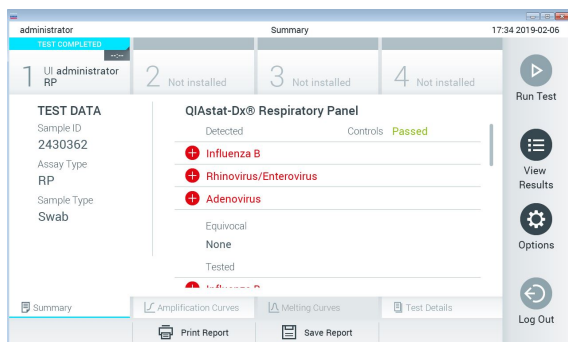

Figure 30. Écran Summary (Récapitulatif) des résultats.
11. Une fois la cartouche de dosage QIAstat-Dx éjectée, l'écran Summary (Récapitulatif) des résultats s'affiche (figure 30, page suivante). Consultez la section 5.4 pour plus de détails.